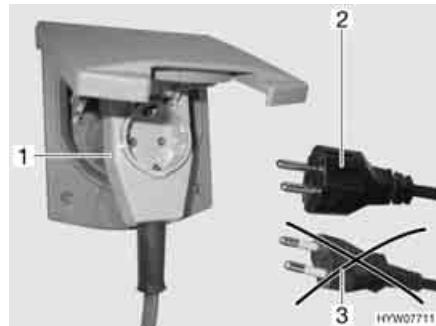

Fig. 147 Collegamento ad un connettore ad angolo provvisto di presa
► Se si impiega un connettore ad angolo CEE 17 provvisto di una presa integrata sulla parte posteriore (Fig. 147,1), utilizzare esclusivamente una spina IP 44 gommata e sigillata con contatto di terra (Fig. 147,2). Non utilizzare spine senza contatto di terra (Fig. 147,3). Pericolo di scarica elettrica!